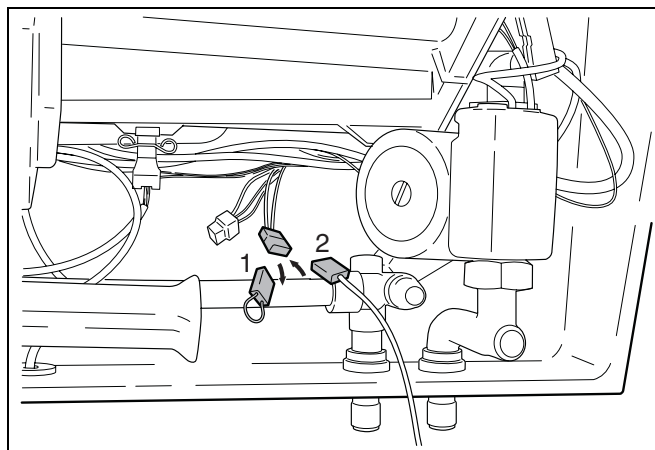

Fig. 22 Senzor de apă caldă FB pentru boiler
- Se îndepărtează și ștecherul punte (fig. 22, poz. 1). Culoari ale cablului: negru/alb și violet.
- Cablul prelungitor, lungime de 3 m (fig. 22, poz. 2), pentru senzorul de apă caldă se racordează la ștecher, iar senzorul se montează în boiler.